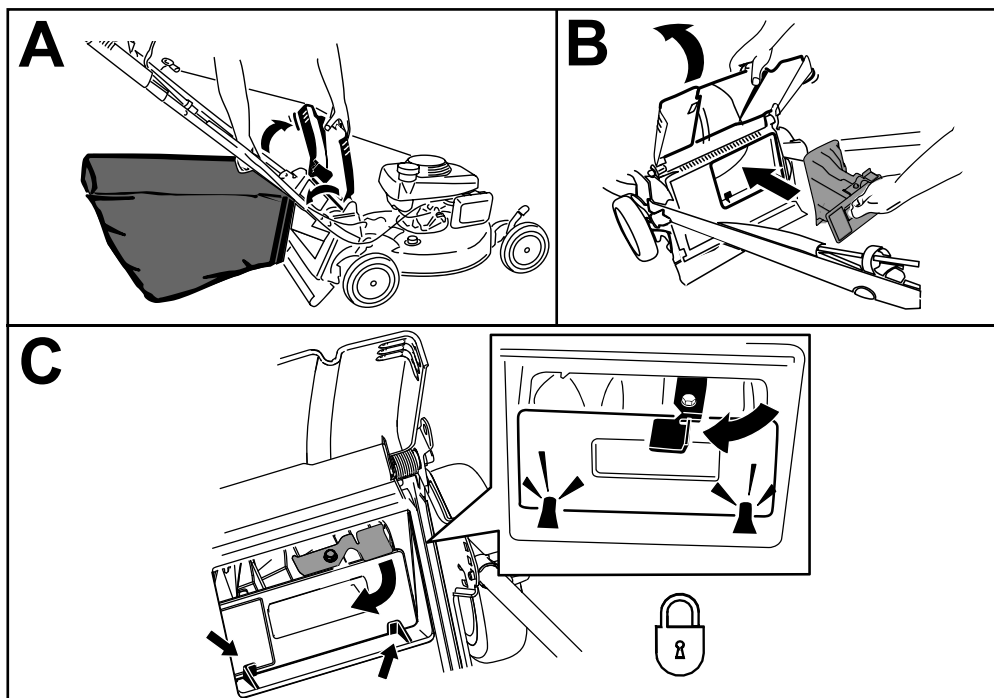
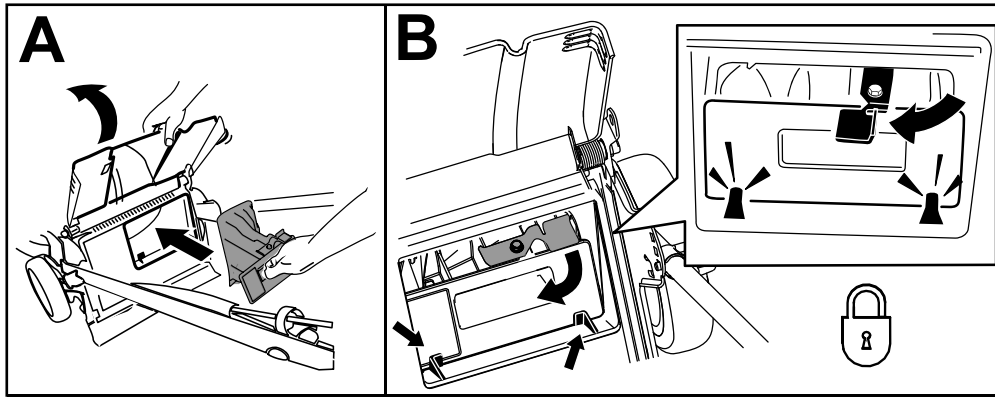

Figura 18
Figura 19
1. Levante y sujete el deflector trasero y levante la bolsa de recogida por el asa para separarla de las muescas de los soportes del manillar (Figura 18, A).
2. Instale el tapón trasero (Figura 18, B).
**Importante:** Asegúrese de que el tapón trasero está bloqueado en su sitio. Para bloquear el tapón, presione firmemente hasta que encaje en su lugar detrás de las pestañas, y gire la palanca del tapón a la izquierda (Figura 18, C).
**Importante:** Asegúrese de que el tapón trasero está bloqueado en su sitio. Para bloquear el tapón: levante el deflector trasero (Figura 19), introduzca el tapón y presione firmemente hasta que encaje detrás de las pestañas, y gire la palanca del tapón a la izquierda (Figura 18).